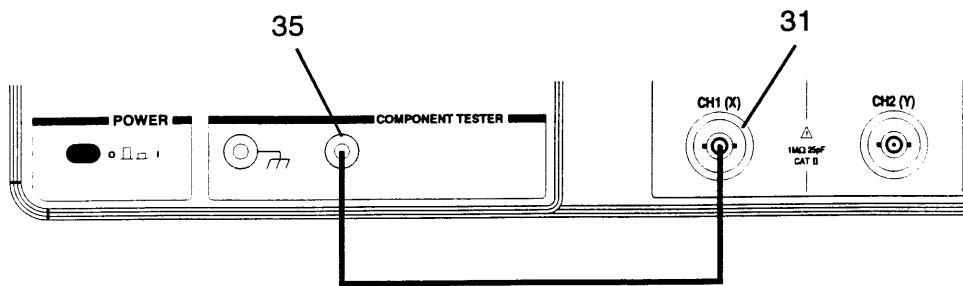
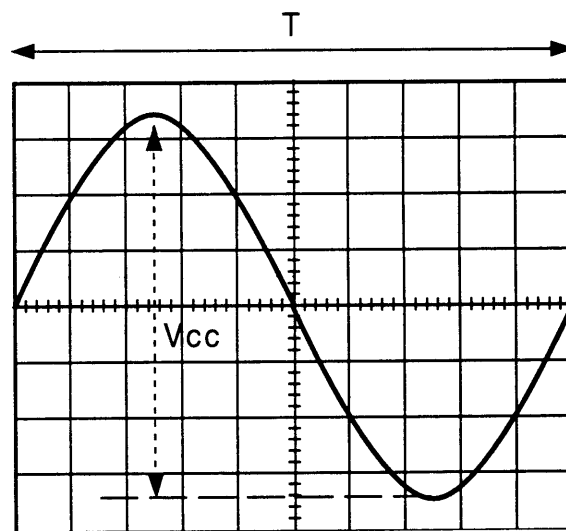

figure 9
figure 10
- . mode de déclenchement (17) : AUTO
- Raccorder la douille de test (35) à l'entrée CH1 (31) en utilisant une sonde 1/10 (figure 9).
- . la sensibilité verticale (34) : 0.5 V/div
- . le coefficient de balayage (18) : 2 ms/div
- En cas de défilement du signal à l'écran, ajuster le niveau de déclenchement avec le potentiomètre LEVEL (14) jusqu'à l'obtention d'une image stable (figure 10).